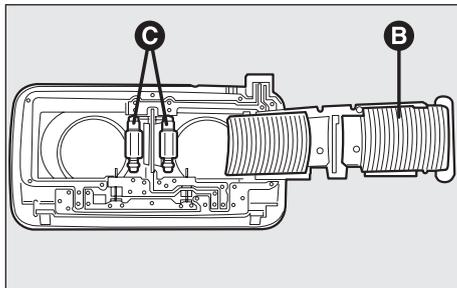

Abb. 53
- Den Deckel (B, Abb. 53) öffnen.
- Die betreffende Lampe (C, Abb. 53) nach außen wegziehen, nachdem sie von den Seitenkontakten befreit wurde, und er-setzen. Die neue Glühlampe soll korrekt von den Seitenkontakten blockiert sein.